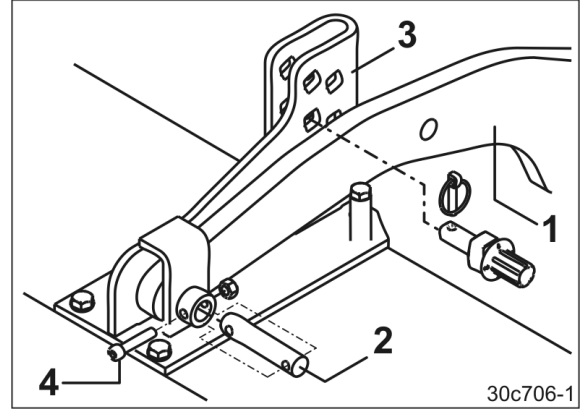

Fig. 30
Merdane, zemin işleme makinasına 2 taşıma kolu ile (Fig. 30/1) sabitlenmelidir.
3. Merdanenin taşıma kollarını (Fig. 30/1), zemin işleme makinasının destekleme parçalarına (Fig. 30/3) pimler (Fig. 30/2) ile takınız ve cıvata ve somun (Fig. 30/4) ile emniyete alınız.
2. Somunlarla cıvataları (Fig. 30/4) sökünüz, taşıma kolu pimlerini (Fig. 30/2) çekiniz.